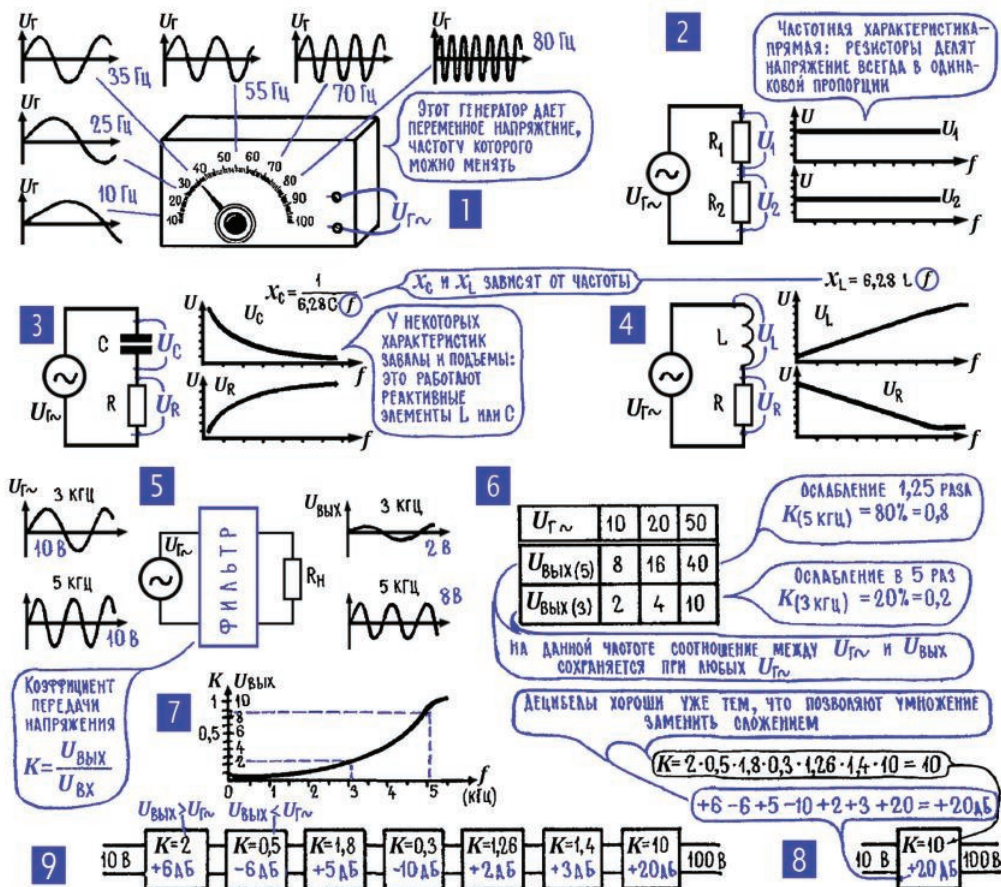
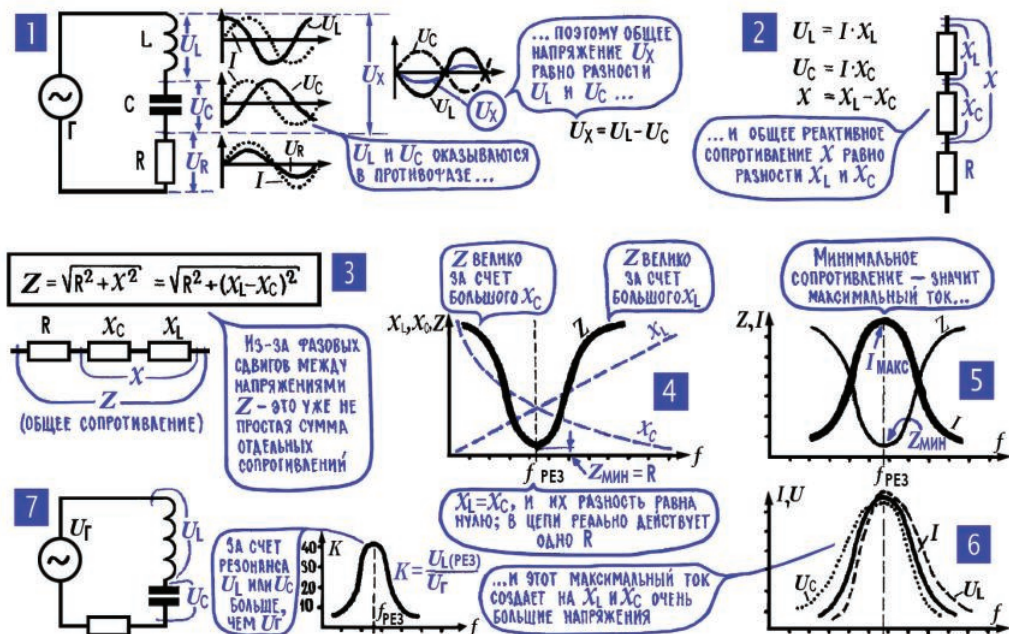

Рис. 6.15. Частотные характеристики
Рис. 6.16. Последовательная LCR-цепь
То же самое произойдет, если увеличить индуктивность катушки – и в этом случае ток автоматически уменьшится и потянет за собой мешающую ЭДС самоиндукции, не позволяя ей одолеть внешнее напряжение. Одним словом, и увеличение частоты, и увеличение индуктивности влечет за собой уменьшение тока в катушке или, при неизменном токе, увеличение напряжения на ней. Это позволяет объединить частоту и индуктивность в общей характеристике – индуктивном сопротивлении  $x_L$  – и получить с его помощью простые формулы закона Ома (рис. 6.16; 2).
**18. Частотная характеристика – график, рассказывающий о том, как ведет себя электрическая цепь на разных частотах.** Представим себе, что в нашем распоряжении есть генератор переменной ЭДС, частоту которой можно плавно изменять поворотом ручки. Так же, например, как поворотом ручки мы меняем громкость звучания в приемнике. Такие генераторы реально существуют, и вскоре мы познакомимся с их практическими схемами (см. гл. 11). А пока представьте себе, что это обычный машинный генератор, в котором можно менять скорость вращения проводника, а значит, и частоту генерируемой ЭДС. При этом, правда, появляется серьезный недостаток: чем быстрее вращается проводник, тем больше частота переменной ЭДС, но одновременно увеличивается и сама ЭДС, так как проводник быстрее пересекает магнитное поле. Предположим, что этот недостаток устранен – в генератор ввели автомат, который будет поддерживать выходное напряжение на одном уровне, например включая в цепь дополнительные сопротивления. Но не стоит, однако, вдаваться в подробности, они сейчас несущественны. Считаем, что у нас есть генератор (рис. 6.15; 1), который дает синусоидальное напряжение любой нужной частоты, и на всех частотах сама величина напряжения (число вольт) одинакова.
Если подключить к нашему генератору делитель из резисторов (рис. 6.15; 2), то на любом из них напряжение не будет меняться с частотой: на всех частотах резисторы имеют одно и то же сопротивление и делят общее напряжение в одной и той же пропорции.
А вот в делителях, куда входят реактивные элементы – конденсаторы и катушка, – все по-другому. Об этом как раз и рассказывают графики рис. 6.15; 3, 4. Графики эти называются частотными характеристиками, они показывают, как с изменением частоты меняется напряжение на выходе фильтра при неизменном напряжении на его входе. В справедливости приведенных частотных характеристик легко убедиться, если взглянуть на схемы фильтров, к которым эти характеристики относятся. Так, например, в простейшем RC-фильтре с частотой уменьшается напряжение на конденсаторе  $C$ , потому что уменьшается его емкостное сопротивление. И если нужно «задавить» высшие частоты, или, иначе, поднять низшие, напряжение следует снимать именно с конденсатора. А на резисторе  $R$  с увеличением частоты напряжение, наоборот, растет. Общее напряжение делится на  $U_R$  и  $U_C$ , чем меньше одно из них, тем больше другое. И если нужно выделить более высокочастотные напряжения, если нужно поднять высшие частоты над другими, напряжение нужно снимать именно с резистора.
**19. Коэффициент передачи  $K$  показывает, во сколько раз напряжение или ток на выходе больше или меньше, чем на входе.** Все графики на рис. 6.15 могут быть построены для конкретных величин напряжений и токов. Не вдаваясь в устройство какого-либо фильтра, нарисуем его в виде прямоугольничка (рис. 6.15; 5) и для определенности будем считать, что при входном напряжении  $U_{г\sim} = 10 \text{ В}$  выходные напряжения на частотах 3 кГц и 5 кГц соответственно равны 2 В и 8 В. А что будет, если входное напряжение увеличится вдвое и составит 20 В? Тогда и выходные напряжения тоже увеличатся в два раза и составят соответственно 4 В и 16 В (рис. 6.15; 6). Без долгих рассуждений можно сказать, что любое увеличение или уменьшение входного напряжения повлечет за собой такое же (во столько же раз) увеличение или уменьшение выходных напряжений. И для данного конкретного фильтра на данных частотах соотношение между входным напряжением и выходными есть величина постоянная.
Но стоит ли в таком случае характеризовать действие фильтра численными значениями напряжений и токов, вольтами и амперами? Не лучше ли ввести общую характеристику фильтра, которая показывала бы, на каких частотах во сколько раз ослабляется переменное напряжение или переменный ток? Тогда, зная эту характеристику, можно всегда подсчитать, какое напряжение будет на выходе фильтра при данном напряжении на его входе, еще раз, кстати, подтвердив полезность общих представлений. Такая характеристика существует, она называется коэффициентом передачи фильтра и обозначается чаще всего буквой  $K$  (рис. 6.15; 5, 6). На каждой частоте у фильтра свой коэффициент передачи  $K$ , в этом, собственно, и состоит особенность фильтрующих цепей. Зависимость коэффициента передачи  $K$  от частоты есть одна из разновидностей частотной характеристики.
**21. В последовательной LCR-цепи индуктивное сопротивление действует против емкостного.** Для начала извлечем из памяти три уже установленные истины. Первая: во всех элементах последовательной цепи течет один и тот же ток (гл. 4; 6). Вторая: ток через конденсатор опережает напряжение на  $90^\circ$  (гл. 6; 13); об этом можно сказать и иначе – напряжение на конденсаторе отстает от тока на  $90^\circ$ . Третья: ток через катушку отстает от напряжения на ней на  $90^\circ$  (гл. 6; 15); об этом тоже можно сказать иначе: напряжение на катушке опережает ток в ней на  $90^\circ$ . Если, обогащенные этими воспоминаниями, мы взглянем на последовательную цепь LCR (рис. 6.16; 1), то увидим, что напряжение  $U_L$  на катушке и напряжение  $U_C$  на конденсаторе сдвинуты по фазе на  $180^\circ$ . То есть они действуют друг против друга. Напряжения  $U_L$  и  $U_C$  зависят от соответствующих реактивных сопротивлений  $x_L$  и  $x_C$ . А поскольку по всем элементам проходит один и тот же ток  $I$ , то соотношение между напряжением  $U_L$  и  $U_C$  зависит только от соотношения между сопротивлениями  $x_L$  и  $x_C$ .
22. На резонансной частоте резко падает общее сопротивление последовательной LCR-цепи, и ток в ней возрастает. Попробуем подключить к последовательной LCR-цепи генератор с изменяемой частотой (рис. 6.15; 1) и будем постепенно увеличивать частоту его переменного напряжения. При этом индуктивное сопротивление будет постепенно увеличиваться, а емкостное – постепенно уменьшаться (рис. 6.16; 4). На какой-то частоте – давайте сразу же назовем ее резонансной частотой – сопротивления  $x_L$  и  $x_C$  станут равными, и, значит, уравниются напряжения  $U_L$  и  $U_C$ . А так как эти напряжения противофазны, то они полностью скомпенсируют друг друга, и генератор вообще перестанет чувствовать присутствие реактивных элементов, перестанет отдавать им часть своей ЭДС. Общее сопротивление цепи  $Z$  резко уменьшится, для генератора из всей цепи останется только одно активное сопротивление  $R$ , ток  $I$  из-за этого резко возрастет (рис. 6.16; 5), и столь же резко увеличатся напряжения  $U_L$  и  $U_C$  (рис. 6.16; 6). Но заметьте, увеличится каждое в отдельности, а общее суммарное напряжение на обоих реактивных элементах  $U_X$ , как уже говорилось, будет равно нулю.